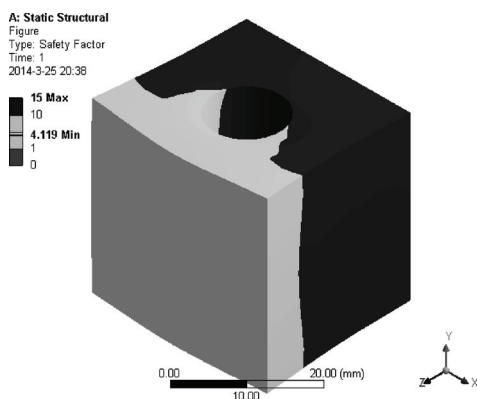

图 6-42 A 项目整体安全系数等值线云图
13) 在 **Outline** 树结构图中的 **Safety Factor** 上单击右键, 在弹出的快捷菜单中选择 **Evaluate All Results**, 此时进行求解, 求解后得到的图形如图 6-42 所示。